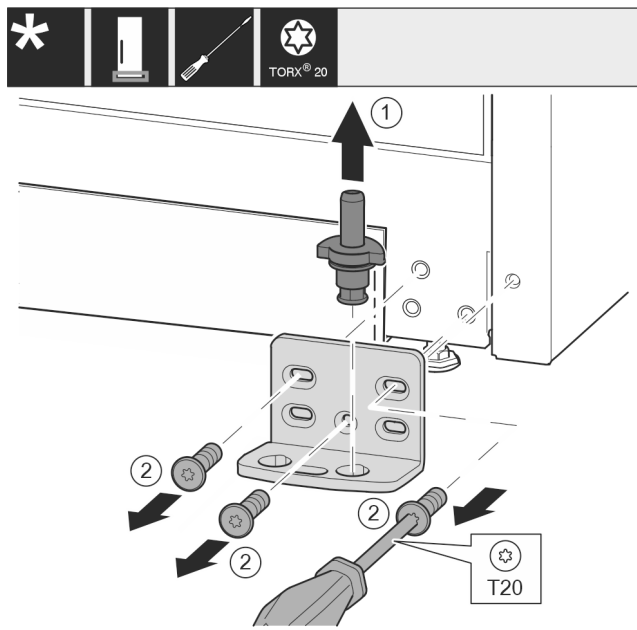

Fig. 15
- Extraiga el perno de cojinete completo hacia arriba. *Fig. 15 (1)*
- Desenrosque los tornillos con el destornillador T20 y retire el soporte de cojinete. *Fig. 15 (2)*